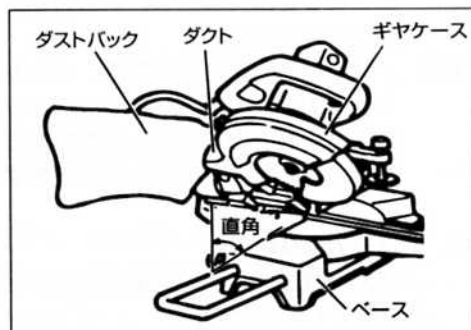

図35
- (1) ダストバック内に切りくずが一杯になると、手前に切りくずが飛散します。いっぱいになる前にダストバックより切りくずを取り除いてください。
- (2) 傾斜切断の際は、図35のようにベース面とほぼ直角になるようダストバックを取付けてご使用ください。